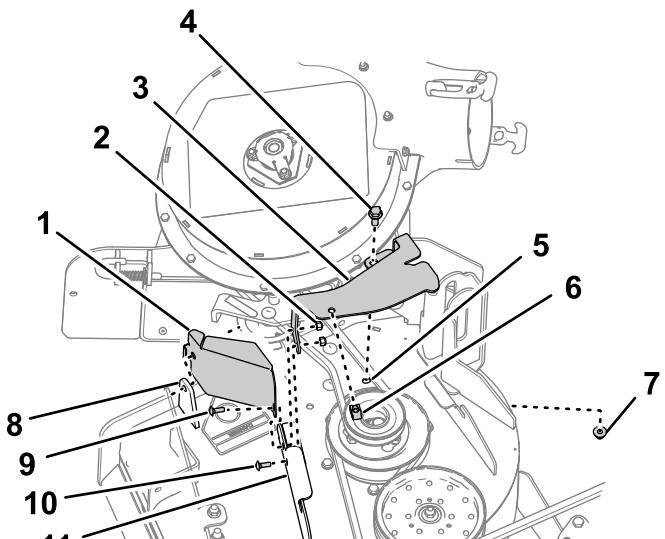

図7
1. プーリガードについている穴を、前側デフレクタについている穴および前側デッキフランジの外側の穴に合わせる図7。
2. ベルトカバー・ブラケットを、前デッキフランジの裏側の穴に合わせる図7。
3. プーリガードとベルトカバー・ブラケットを、前側デッキフランジの外側穴に取り付ける1のステップ ベルトカバー・ブラケットを取り外す\(ページ4\)で取り外したキャリッジボルト $1/4 \times 1$ インチCEキットとロックナット $1/4$ インチプロアキットを使用する。図7を参照。
4. ベルトカバー・ブラケットを、前側デッキフランジの内側穴に取り付ける ベルトカバー・ブラケットを取り外す\(ページ4\)のステップ1で取り外したキャリッジボルト $1/4 \times 3/4$ インチプロアキットとロックナット $1/4$ インチプロアキットを使用する。図7を参照。
5. ベルトカバー・ブラケットの後フランジについている穴を、デッキの穴1のステップ カバー取り付け・ブラケットを取り外す\(ページ3\)でベルトカバー・ブラケットを取り外したときの穴に合わせる図7を参照。
6. ベルトカバー・ブラケットの後フランジを、デッキに固定する1のステップ カバー取り付け・ブラケットを取り外す\(ページ3\)で取り外した六角ヘッドボルト $3/8 \times 1$ インチとフランジナット $3/8$ インチを使用する図7を参照。
7. クリップナットを、ベルトカバー・ブラケットの上部にある穴に合わせ、ブラケットに押し込む図7。